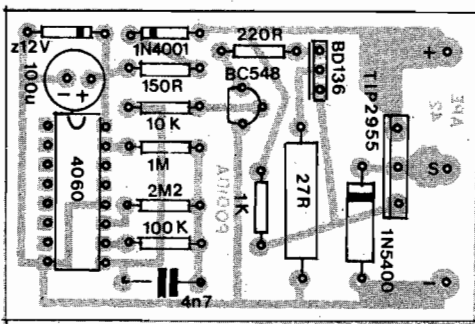

Fig. 3
- FIG. 3 - "CHAPEADO" DA MONTAGEM - O tal "chapeado", mencionado no texto referente à figura anterior, é agora visto em sua plenitude: a placa, observada pela face **não cobreada**, com todos os principais componentes demarcados através de es-